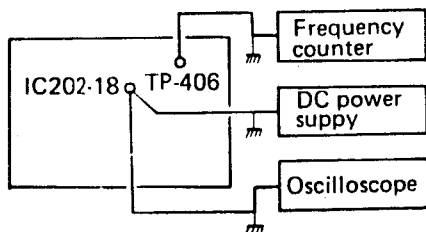

Fig. 5.6 Träger und Frequenzhub
5.3.1 Träger und Frequenzhub Einstellung (Fig. 5.6 + 5.7)
5.3.1 Adjustment of carrier and frequency deviation (Figs. 5.6 + 5.7)